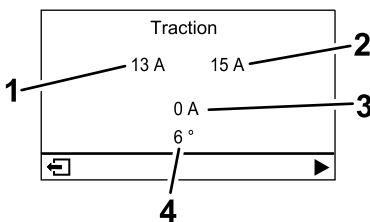

図 27
- **トラクションモーター画面 (図 27):** 現在のステアリング角度と各トラクションモーターに割り当てられたアンペア数が表示されます。